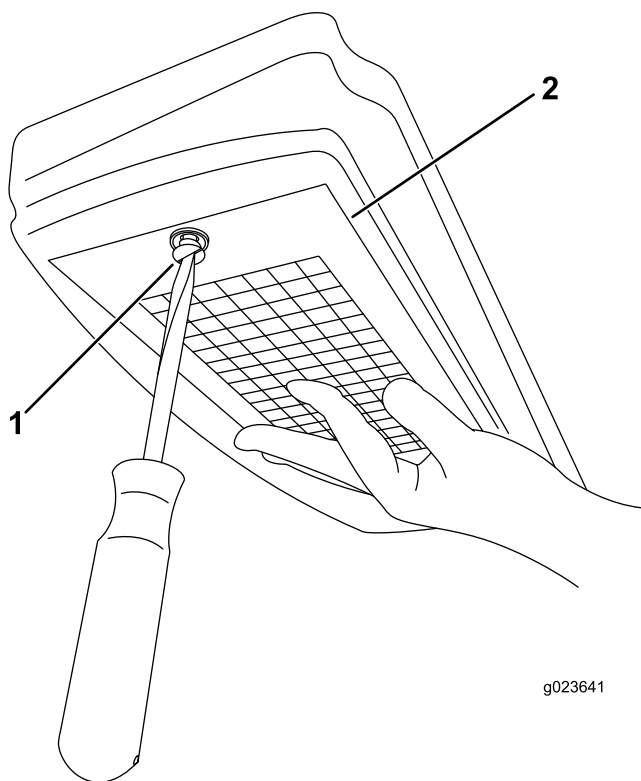

Figure 129
3. Retirez la vis et le couvercle du boîtier du filtre à air (Figure 129).